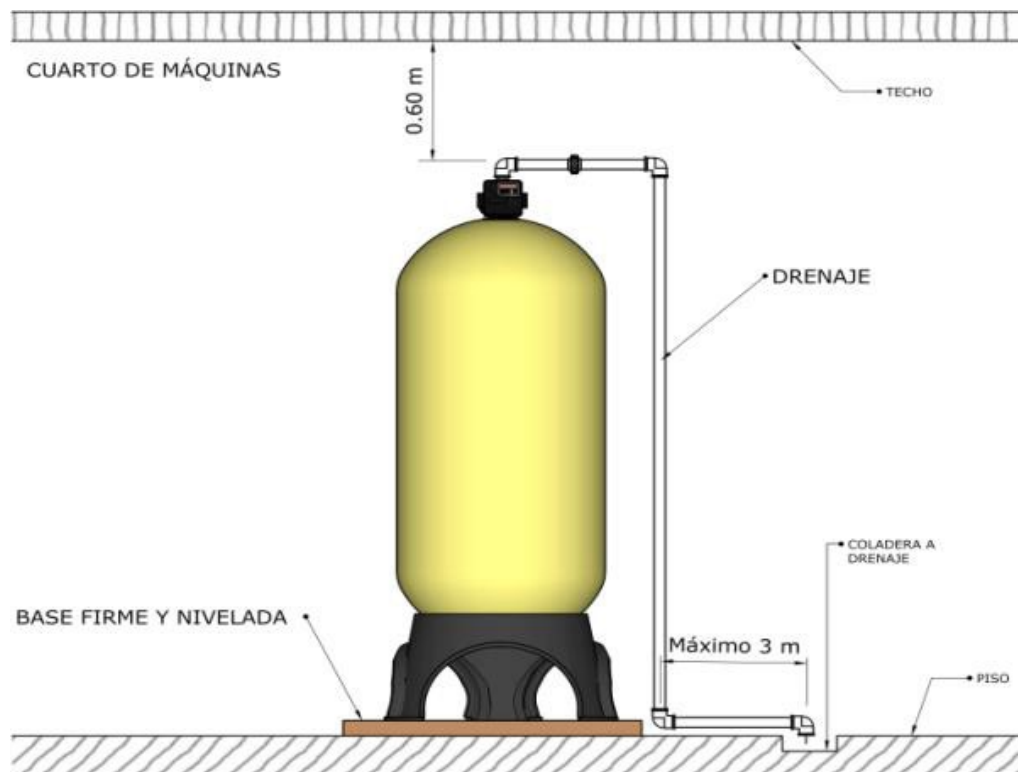

Imagen 1
- 6.1 Asegúrese de ubicar el tanque en su sitio definitivo, sobre una base firme y nivelada, y de ser posible, con espacio suficiente para futuros mantenimientos; como se muestra en el ejemplo de la *Imagen 1*.